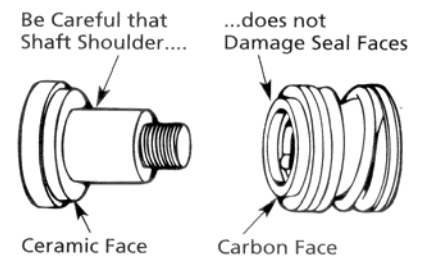

Figura 7- No nick sello en del eje.
3. Con la presión de pulgar, la prensa sello cerámico medio firmemente y directamente en sella cavidad (Vea Figura 7). Si sello no sentará correctamente, quita, colocando cara de sello arriba en banco. Cavidad de Reclean. Selle ahora debe sentar correctamente. sello no sienta correctamente después de recleaning cavidad, coloca una arandela de cartón sobre cara dada brillo de sello y con cuidado prensa en lugar que utiliza un pedazo de estándar 3/4" (19mm) tubo como una prensa.
IMPORTANTE: Esté seguro que usted no mella ni rasguña cara de sello al pasarlo sobre fin roscado de túnel y hombro de túnel (vea Figura 7). La superficie del carbón debe quedarse la vida limpia o corta de sello resultará.